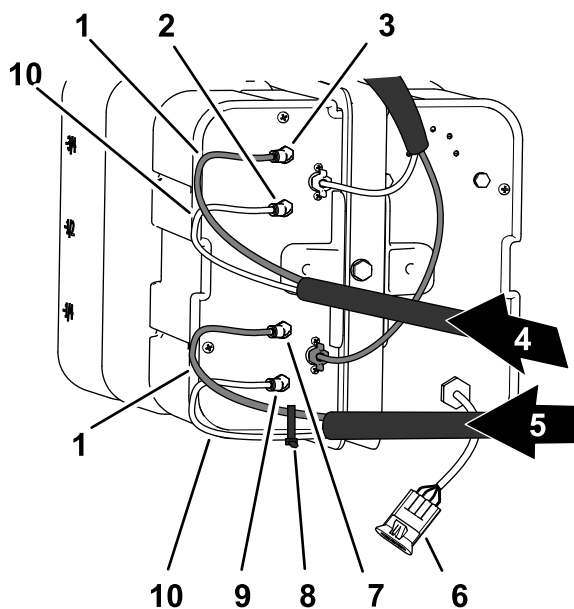

Figura 14
1. No painel de ligação do compressor para o kit de marcador de espuma, prenda uma braçadeira de cabos em torno da tubagem transparente e azul para a secção de pulverização direita (Figura 14).